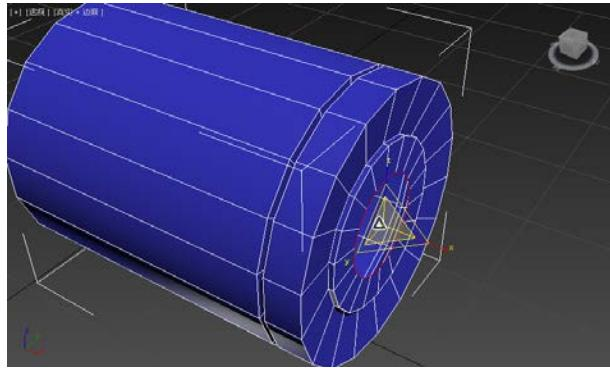

图 3-1-11 缩放生成多边形 (1)
**STEP 11** 按住【Shift】键并使用【选择并缩放】工具，向内缩放，生成多边形，如图 3-1-11 所示。